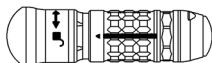

Figura 1
- Suavemente, utilize uma escova para limpar as canulações do dispositivo de fixação enquanto está submerso na solução de limpeza. Utilize uma escova de limpeza de dispositivos de fixação para todos os dispositivos de fixação, excepto MA-D20-G1 e mangas de rolamento dos dispositivos de fixação de acesso mínimo. Utilize uma escova de limpeza de pequeno diâmetro para MA-D20-G1 e mangas de rolamento dos dispositivos de fixação de acesso mínimo. Se o dispositivo de fixação contiver uma manga de libertação (Figura 1), desloque a manga e escove a área exposta. **Nota:** As escovas podem ser inseridas a partir da extremidade distal ou proximal dos dispositivos de fixação e das mangas de rolamento.
- Manipule quaisquer peças móveis, como mangas de libertação (Figura 1).